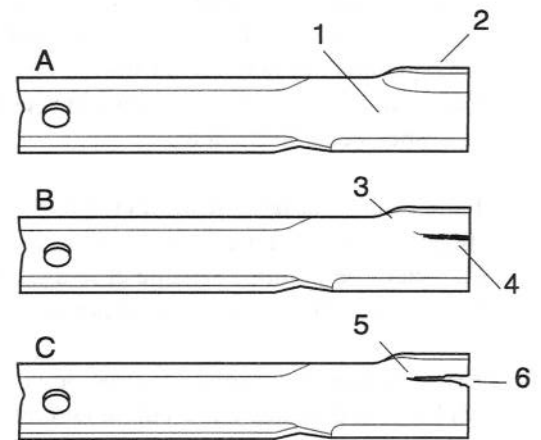

Figure 13
- Examiner attentivement les tranchants de la lame, particulièrement au point de jonction de la partie plate et de la partie recourbée. (Fig. 13-A). Le sable et les matériaux abrasifs peuvent user le métal qui relie ces deux parties de la lame, aussi vérifier l'état de cette dernière avant d'utiliser la tondeuse. Remplacer la lame si elle semble usée (Fig. 13-B).
Si la lame est usée, une fente se forme entre le bord relevé et le plat de la lame (Fig. 13-C), à la suite de quoi un morceau de lame peut se briser et être éjecté de sous le carénage et causer des blessures corporelles graves.